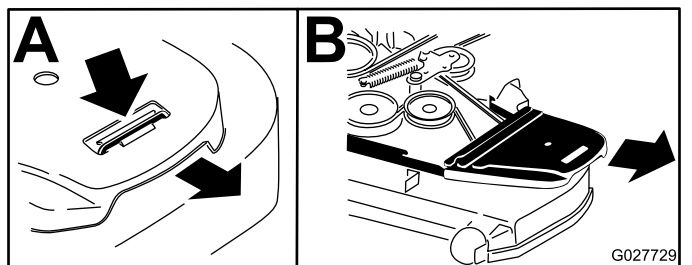

Figure 60
5. Desserrez complètement les boulons qui fixent les protège-courroies et déposez ceux-ci (Figure 60).